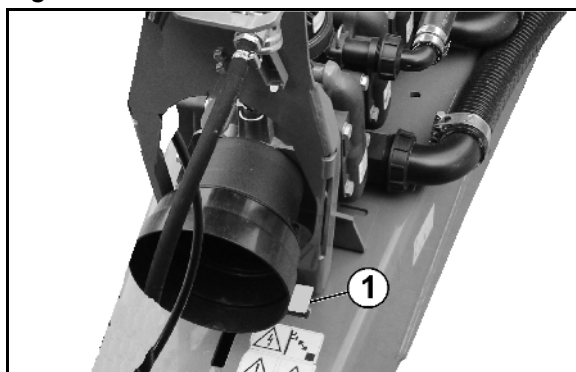

Fig. 42
- Markeringen (Fig. 42/1) på støttefoden er synlig, når støttefoden er løftet op.